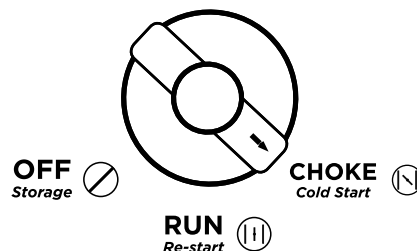

Figure 7: tournez le commutateur de moteur / carburant sur la position CHOKE
4. Pour un démarrage à froid, placez le commutateur de contrôle moteur / carburant en position CHOKE (voir Figure 7). Remarque: Si vous recommencez, tournez le bouton sur RUN.